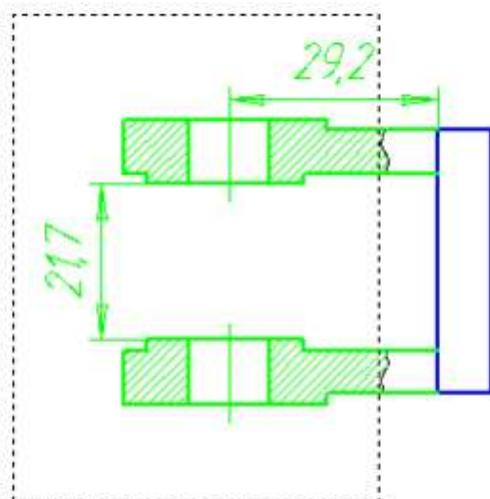

Рисунок 46. Деформация сдвигом
– Сформируйте рамку деформации (рис. 46).